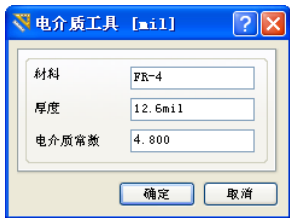

图 7-30 设置绝缘层属性
- 绝缘层：绝缘层属性设置对话框如图 7-30 所示。“材料”表示材料的类型，“厚度”表示绝缘层的厚度，“电介质常数”表示绝缘体的介电常数。绝缘层的厚度和绝缘体的介电常数主要用于进行信号完整性分析。